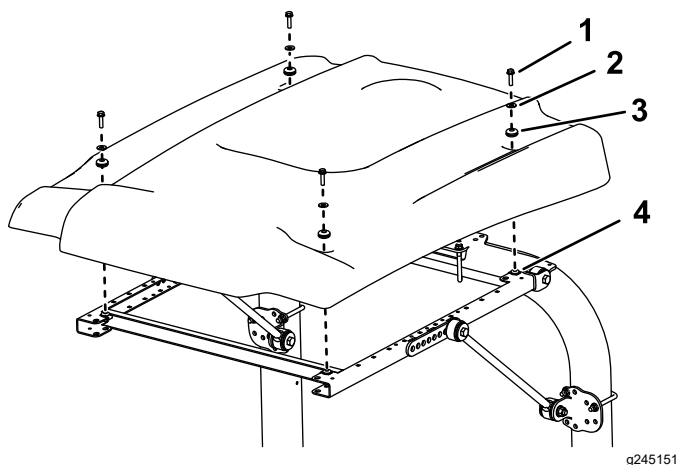

Figura 35
- Durante l'allineamento dei fori di montaggio, posizionate il parasole sul telaio come mostrato in Figura 35.
16. Montate, senza serrarlo, ciascun angolo del parasole sul telaio con un bullone a testa flangiata (5/16" x 1¼") con una rondella piccola e un gommino (Figura 35).